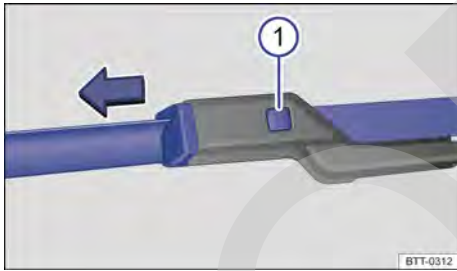

Fig. 210 Cambio de las escobillas limpiacristales del parabrisas.
- Mantenga presionada la tecla de desbloqueo → fig. 210 ① y tire al mismo tiempo de la escobilla en el sentido de la flecha.